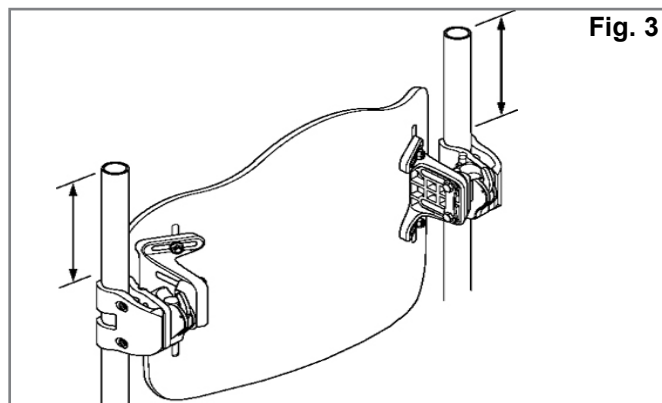
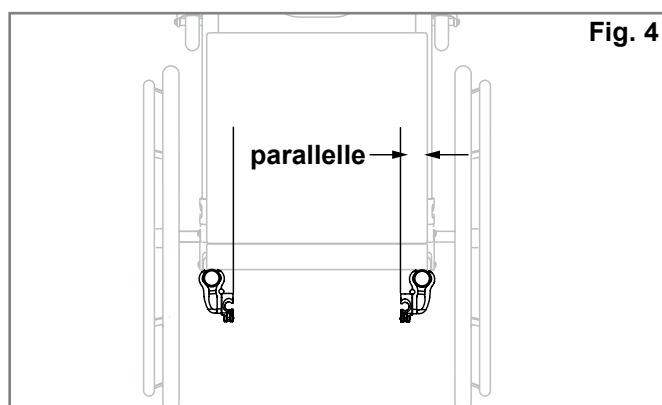

Fig. 3
Fig. 4
Monteringsanvisninger for beslag (Fig. 3, 4, 5)
2. Se efter på kørestolens ryglænsrør for at fastslå, hvor beslagene bør placeres. Monteringshardwaren bør omtrentligt have den samme højde på hver ryg rør (Fig. 3) og parallelt til sæderammen (Fig. 4). Generelt gælder det, at højere placeringer på ryglænsrørene fungerer bedst.